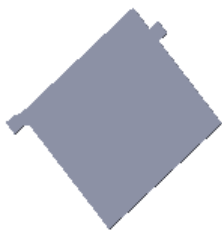
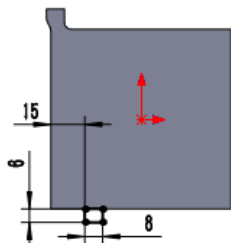

图 7.6.8 薄片 2
图 7.6.9 横断面草图
Step6. 创建图 7.6.8 所示的钣金特征——薄片 2。选择下拉菜单 **插入(I)** **→** **钣金(B)** **→** **基体法兰(A)...** 命令；选取前视基准面为草图基准面，绘制图 7.6.9 所示的横断面草图；选中 ☒ **反向(E)** 复选框，完成薄片 2 的创建。